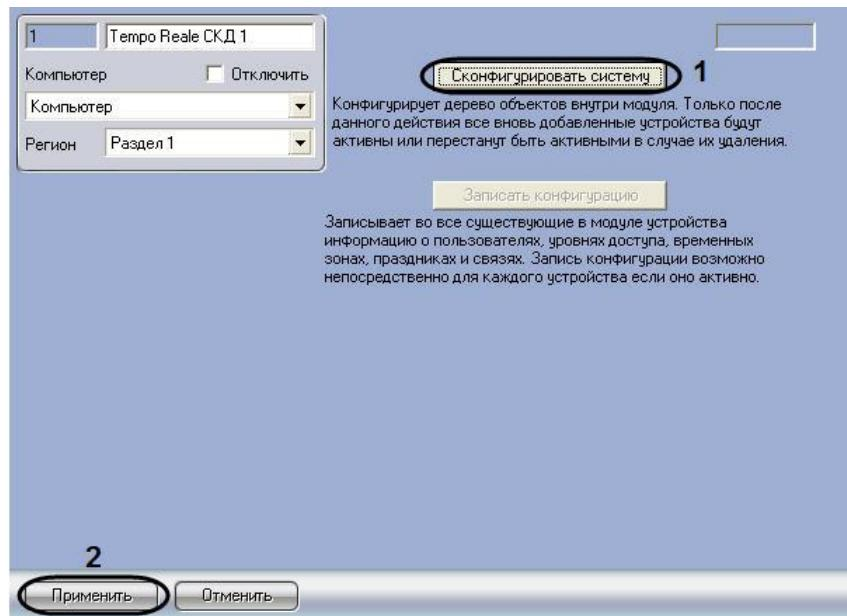

Рис. 3.2—2 Конфигурирование системы *Tempo Reale СКД*
2. Перейти на панель настройки объекта **Tempo Reale СКД** (Рис. 3.2—2).
3. Нажать кнопку **Сконфигурировать систему** (см. Рис. 3.2—2, 1).